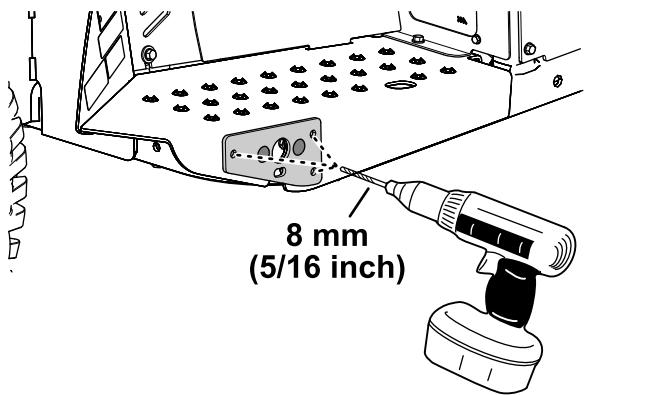

Figure 6
2. En utilisant le support de pivot comme gabarit de perçage, percez 3 trous (8 mm) dans la bride du repose-pied (Figure 6).